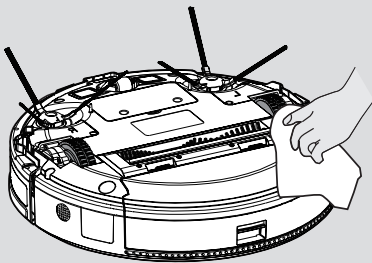

Fig. 19
3. Limpiar las ruedas con un paño seco. **[Fig. 19]**